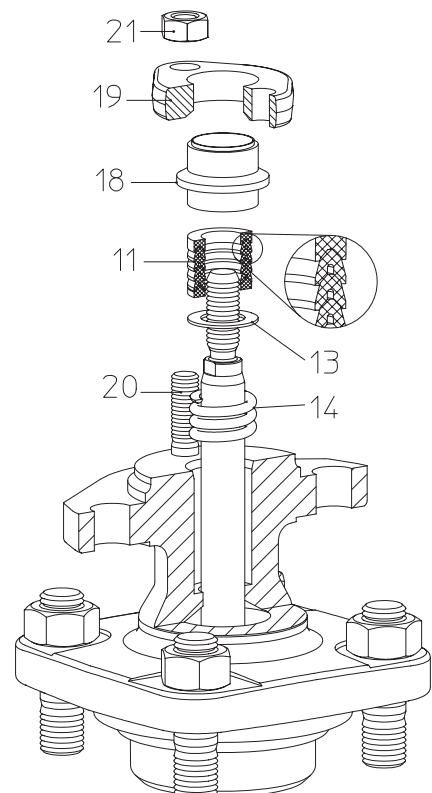

Fig. 10: Manschettätningar
- Vid demontering/montering av manschettätningen (pos 11) skall delarnas ordningsföljd och inbyggnadsposition beaktas (se Fig. 10).